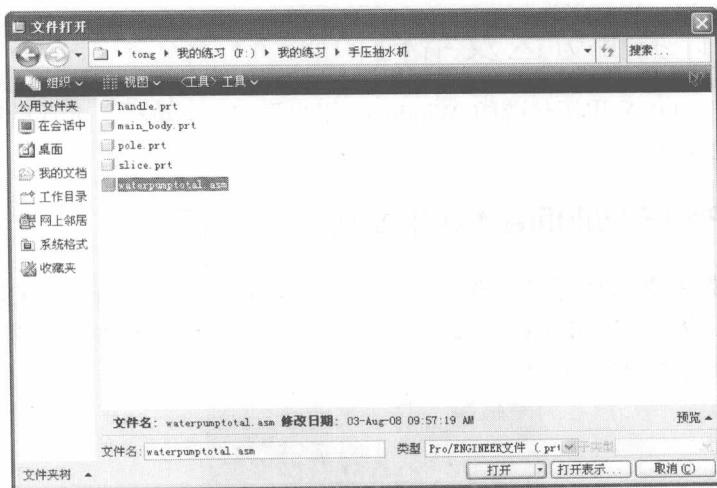

图1-3
2. 选择菜单命令【文件】/【打开】或单击 \square 按钮，打开【文件打开】对话框，如图 1-3 所示。